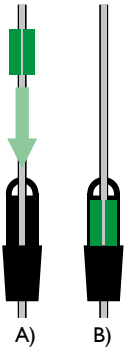

Imagen 1. Las pesas de cable y el bucle de suspensión se sujetan al cable con una cuña de fijación (A-B).
- Si el líquido a observar es especialmente viscoso o se quiere evitar la flotación hacia un lado, recomendamos el uso de una pesa de cable. Las pesas suministradas por encargo se sujetan al cable con una cuña de fijación (imagen 1 en la página adyacente).